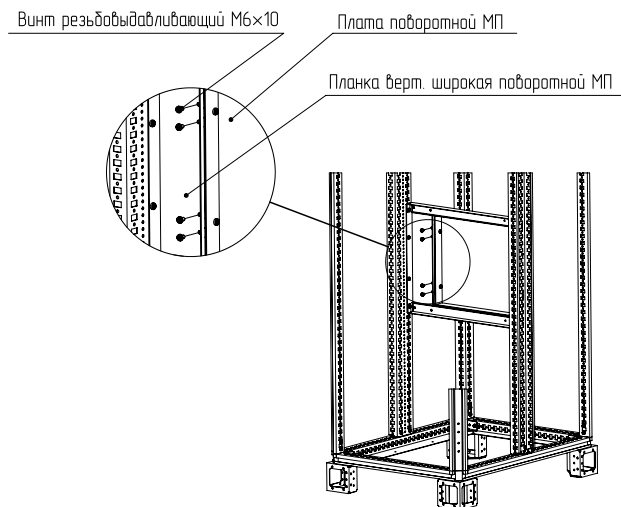

Рисунок 6
4.1.7 Установить панель монтажную поворотную на планках вертикальной широкой поворотной МП и узкой поворотной МП, закрепить винтами М6×10 на нужной высоте (рисунок 6, 7). Момент затяжки – 7 Н·м.